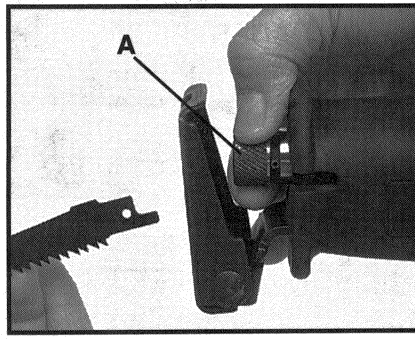

Fig. 4
3. Para abrir el seguro de segueta: gire y detenga el collar de seguridad de la segueta (A) Fig. 4, en el sentido contrario a las manecillas del reloj (mirando la sierra por enfrente).